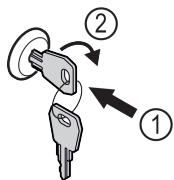

Fig. 155 Зображення для прикладу
- Вдавити ключ Fig. 155 (1).
- Повернути ключ на 90° за годинниковою стрілкою Fig. 155 (2).